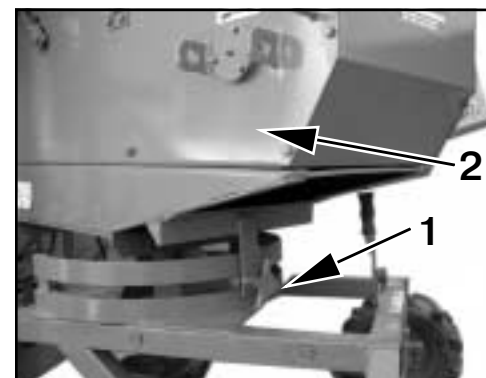

Рис. 6
6.2. Гайкой 1 (рис.6) растормозите вращение отгрузочного транспортера 2, разверните его в нужном направлении, зафиксируйте.